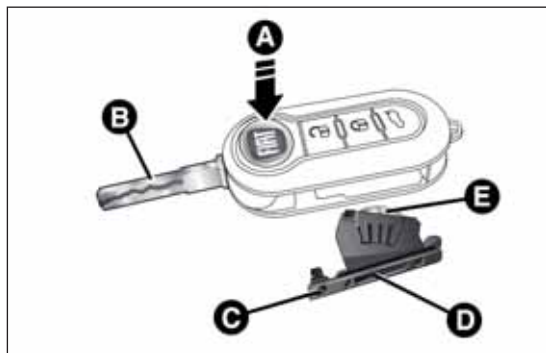

fig. 16
- ☐ pulsar el botón A fig. 16 y llevar la pieza metálica B en posición de apertura;